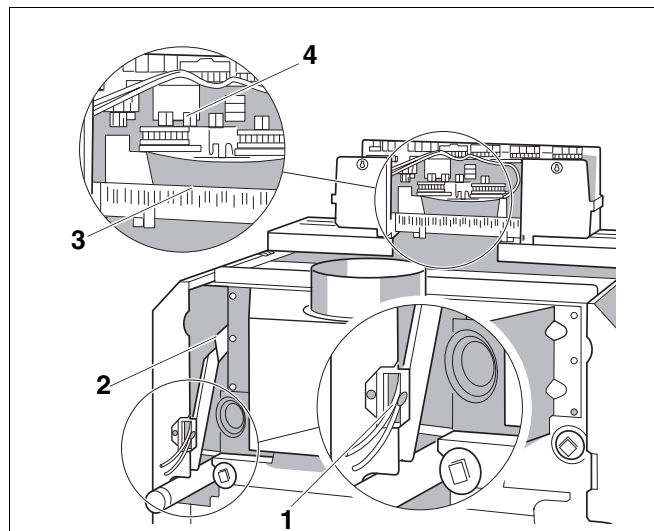

Рис. 18 Кабельный ввод и штекерные соединения, Система управления Logamatic 4000
Электрические соединительные провода заказчика и соединительный провод от системы контроля дымовых газов проведите к системе управления снизу через кабельный ввод (Рис. 18, **поз. 1**) в кабельный канал (Рис. 18, **поз. 2**).
- Выполните электрические подключения штекерных соединений (Рис. 18, поз. 4) системы управления в соответствии с прилагаемой электросхемой.